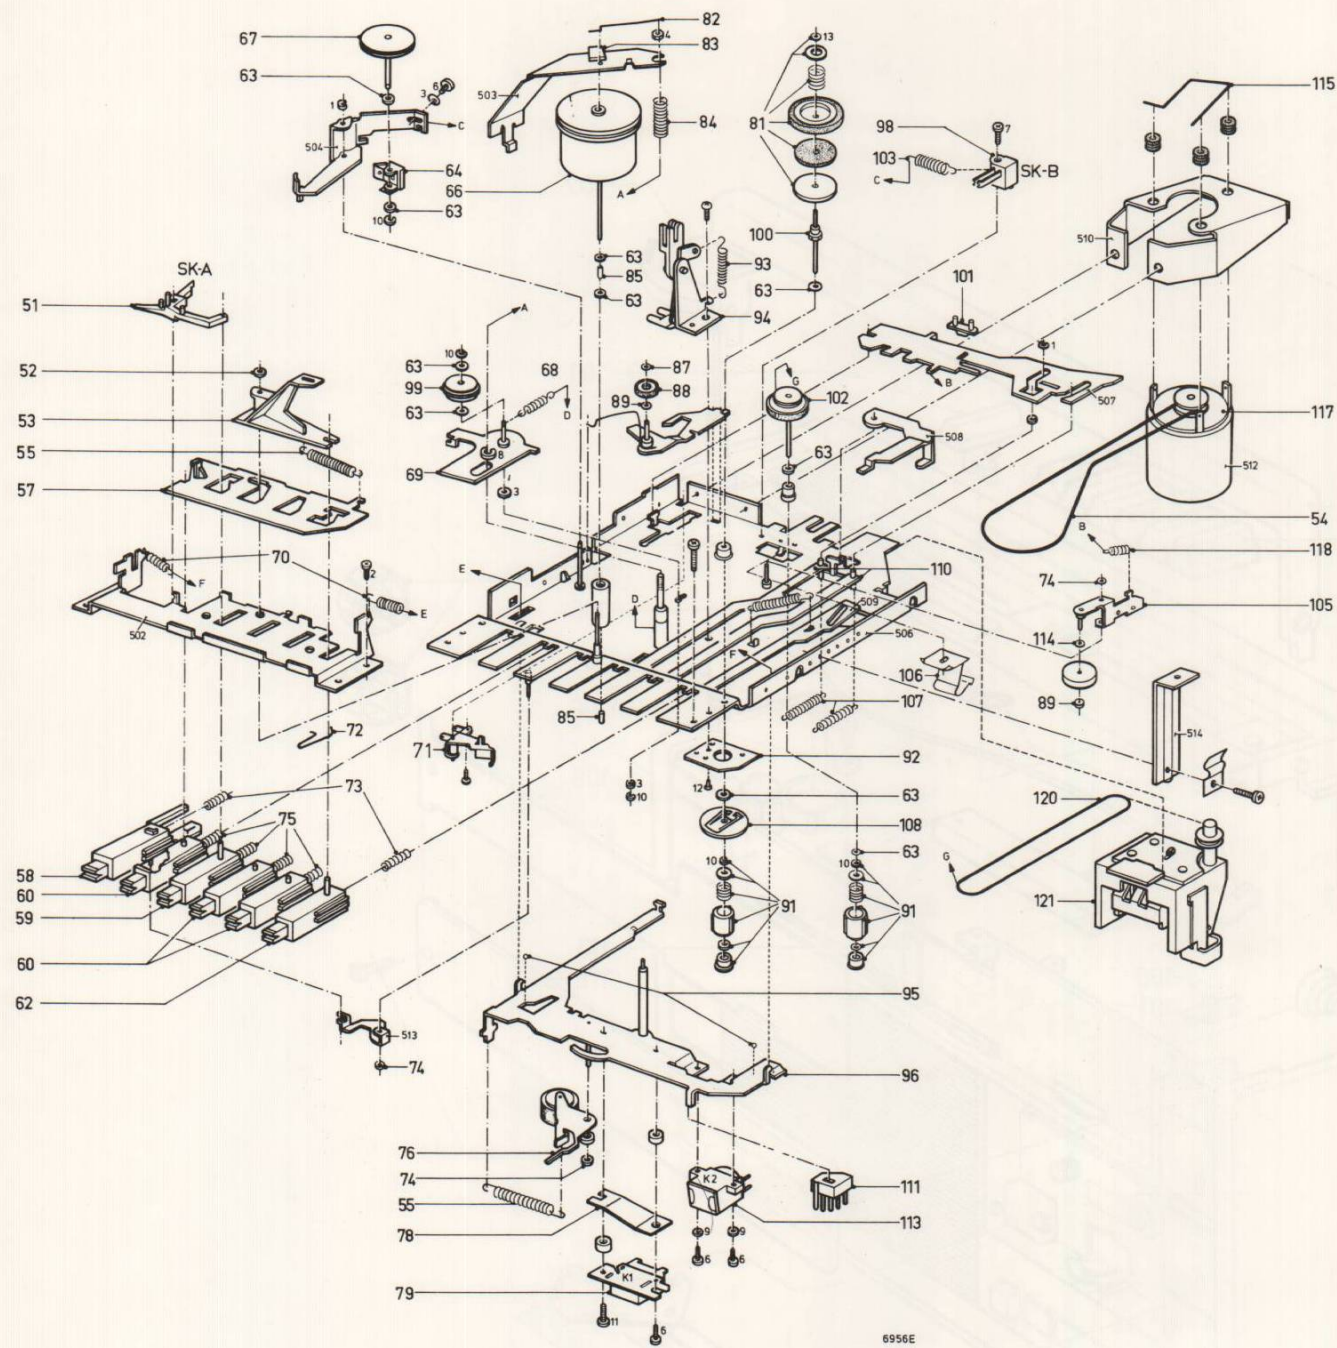

Fig. 1
2. Einstellen des Kopfbügels 96, Abb. 1 und 2
3. Einstellen von Bügel 507, Abb. 1
6. Überprüfen der Aufwickelfriction 81, Abb. 1
Sostituzione dell'anello 92, fig. 1
2. Regolazione della staffa della testina 96, fig. 1 e 2
3. Regolazione della staffa 507, fig. 1
6. Controllo della trazione della frizione di avvolgimento 81, fig. 1